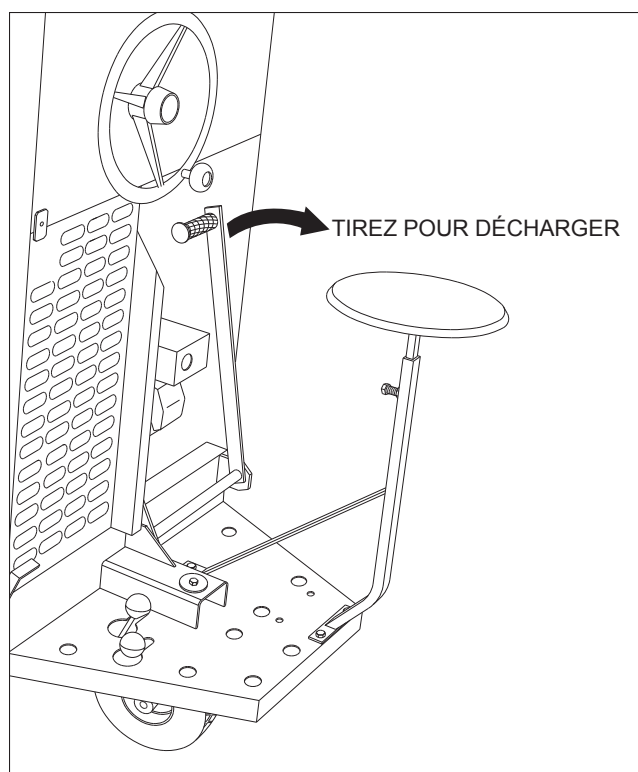

Fig. 6 LEVIER DE DÉCHARGEMENT
17. Tirez sur le levier de déchargement lorsque vous êtes prêt à débiter le travail (fig. 6).